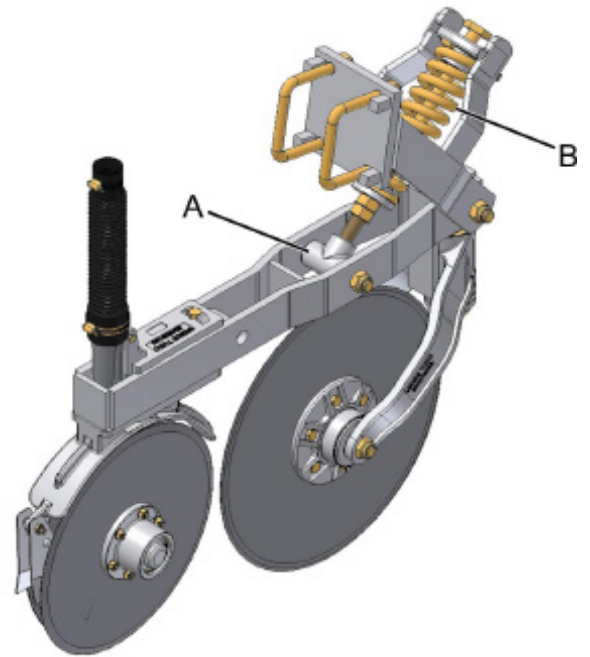

fig. 34
Para obtener una mayor penetración y mayor profundidad del fertilizante, levante la sembradora y desplace el guía (A) (fig. 34) del resorte helicoidal (B).